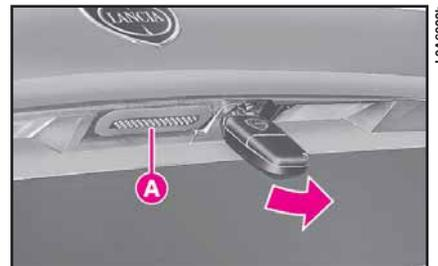

fig. 81
4) Far fuoriuscire il gancio della serratura, ruotando a fondo in senso antiorario la chiave nella serratura esterna del cofano (fig. 81).
sione sul bordo inferiore del portatarga per ridurre lo sforzo di azionamento (fig. 81).
8) Premere il pulsante **A** (fig. 81) per ripristinare la normale funzionalità della serratura.
1) Aprire il cofano bagagliaio dall'esterno, ruotando a fondo in senso antiorario la chiave nella serratura (**fig. 81**) ed esercitando contemporaneamente una leggera pressione sul bordo inferiore del portatarga per ridurre lo sforzo di azionamento.
5) Premere il pulsante **A** (**fig. 81**) per ripristinare la normale funzionalità della serratura.